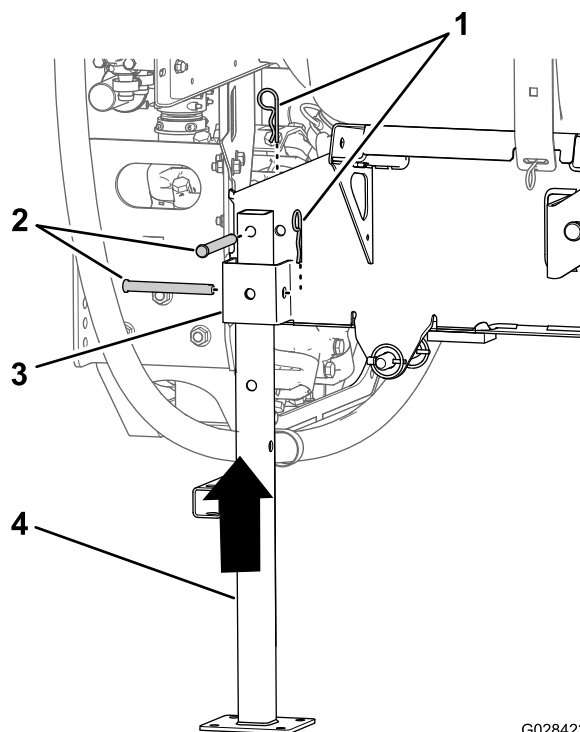

図 106
5. 後用のジャッキスタンドを、後部のジャッキスタンド受けに合わせる図 106。
6. ジャッキスタンド上部の穴を、タンクスキッドのフレームの穴に合わせる図 106。
7. ジャッキスタンドをスタンド受けとフレームに固定するクレビスピン $\frac{1}{2} \times 4\frac{1}{2}"$ 2本、ヘアピン $\frac{5}{32} \times 2\frac{5}{8}"$ 2本を使用して図 106のように取り付ける。